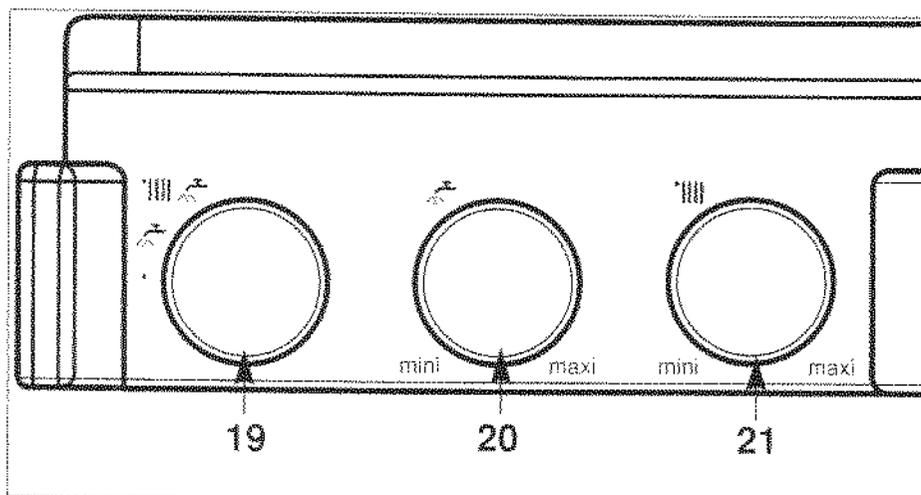
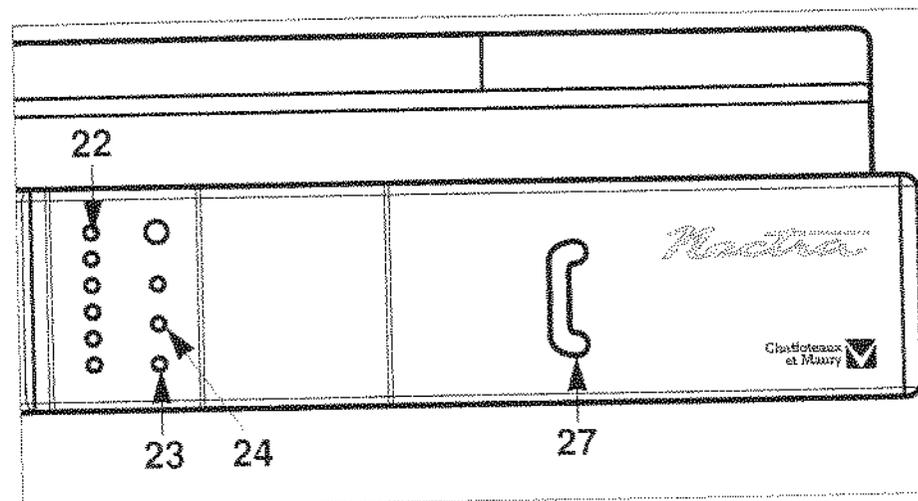

Fig. 23
Fig. 24
- Placez le commutateur "19" (fig. 23) en position « IIII » voyant vert "23" allumé ; le voyant orange "24" (fig. 24) s'allume chaque fois que le brûleur entre en fonction.
Le bouton de réglage du chauffage "21" « IIII » (fig. 23) donne la possibilité d'ajuster la température de l'eau du circuit de chauffage en fonction des besoins saisonniers.
L'indicateur "22" (fig. 24) affiche cette température.
- Placez le commutateur "19" en position arrêt « ● » (extinction du voyant vert "23" (fig. 24).
Ne pas oublier de le rouvrir en début de saison de chauffage, lorsque l'on replace le commutateur "19" (fig. 23) en position « IIII ».